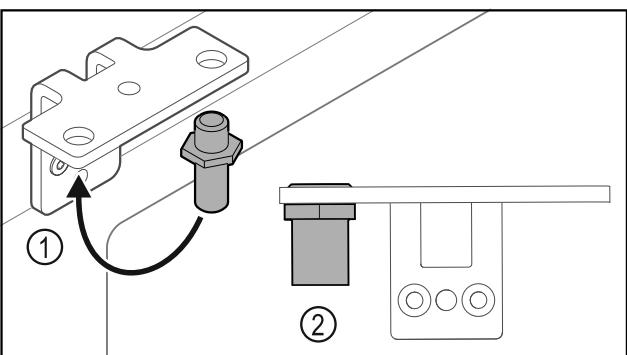

Fig. 17
- Prestavite sornik v kotniku tečajev vrat Fig. 17 (1).
- Sornike Fig. 17 (2) zategnite z zateznim momentom **12 Nm**.